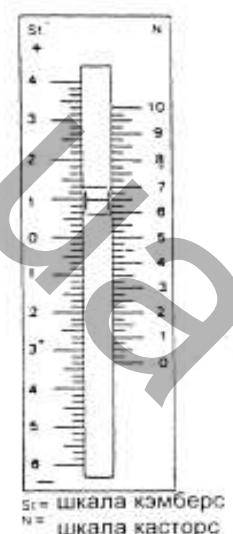

РИС. 301
- 2) Снимите показание прибора с левосторонней шкалы, отмеченной шкалой «ST» (см. рис.301).